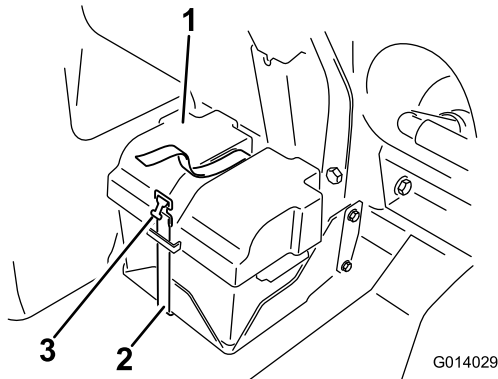

図 48
3. バッテリーカバーを取り付け、先ほど取り外したストラップで固定する(図 48)。